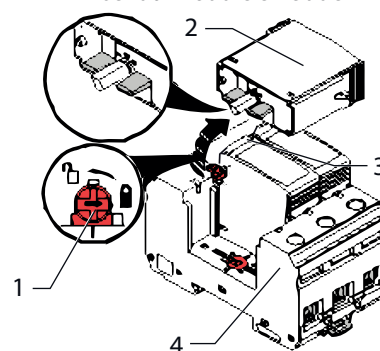

Bild 33: DC-Überspannungsschutz
1. Einzelne Module über die Statusanzeige prüfen (Pos. 3 in Bild 33).